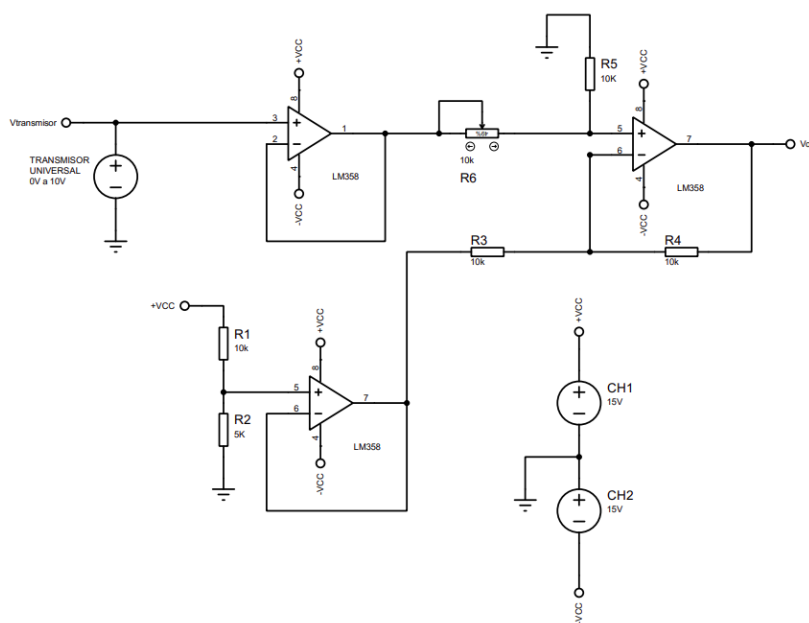

Figura 10: Circuito acondicionador.
1. Armar el circuito de la Figura 10. *Para efectos de simulación*, usar una fuente DC a la que se le varia manualmente el voltaje de 0 a 10V como representación del funcionamiento del transmisor universal.